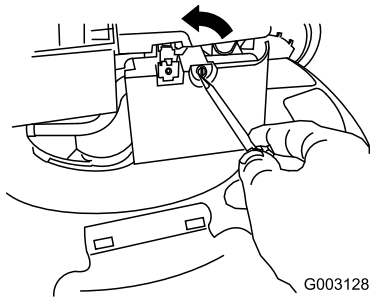

Figura 39
2. Utilice un destornillador para abrir la tapa del filtro de aire (Figura 39).